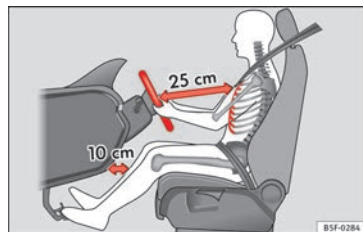
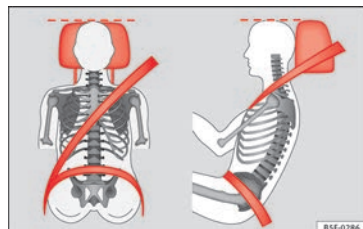

Fig. 64 Distance correcte entre le conducteur et le volant.
Fig. 65 Sangle bien ajustée et appuie-tête correctement réglé.
- Réglez le siège de sorte que le volant soit à une distance d'au moins 25 cm de votre cage thoracique » fig. 64 et de sorte à pouvoir saisir des deux mains et avec les bras légèrement fléchis le volant latéralement par la partie extérieure.
chies, tout en maintenant les genoux à au moins 10 cm de la planche de bord » fig. 64.
près possible de l'appuie-tête » fig. 64 et » fig. 65.
Réglez la distance correcte entre le conducteur et le volant » fig. 64 à l'aide des commandes situées sur le siège du conducteur »  page 12.